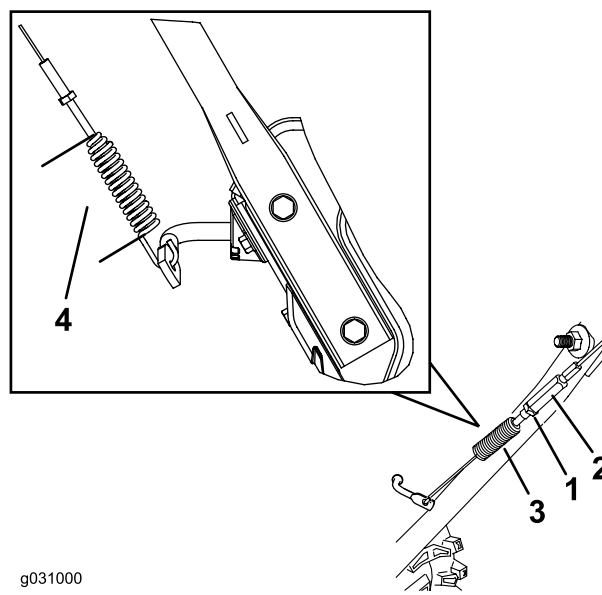

Figura 38
3. Allentate o serrate il tornichetto per regolare la lunghezza della molla a 7 cm (Figura 38).
4. Serrate il controdado (Figura 38), assicurandovi che vi sia una leggera tensione del cavo.